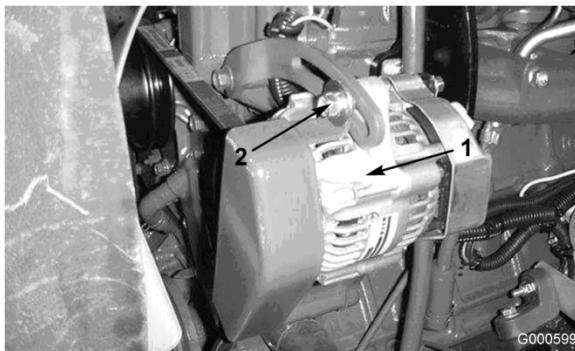

Figura 52
Controllate lo stato e la tensione delle cinghie (Figura 52) ogni 100 ore di servizio.
2. Se l'inflessione non è di 10 mm, allentate i bulloni di fissaggio dell'alternatore (Figura 52). Aumentate o riducete la tensione della cinghia dell'alternatore e serrate i bulloni. Controllate di nuovo l'inflessione della cinghia per accettare che sia esatta.